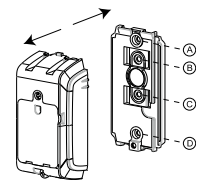

Figura 4: Separación del dispositivo y el soporte
- Para un montaje estándar, use los orificios A y D como en la figura 4. Para una protección contra manipulación, agregue los orificios B y C como en la figura 4.